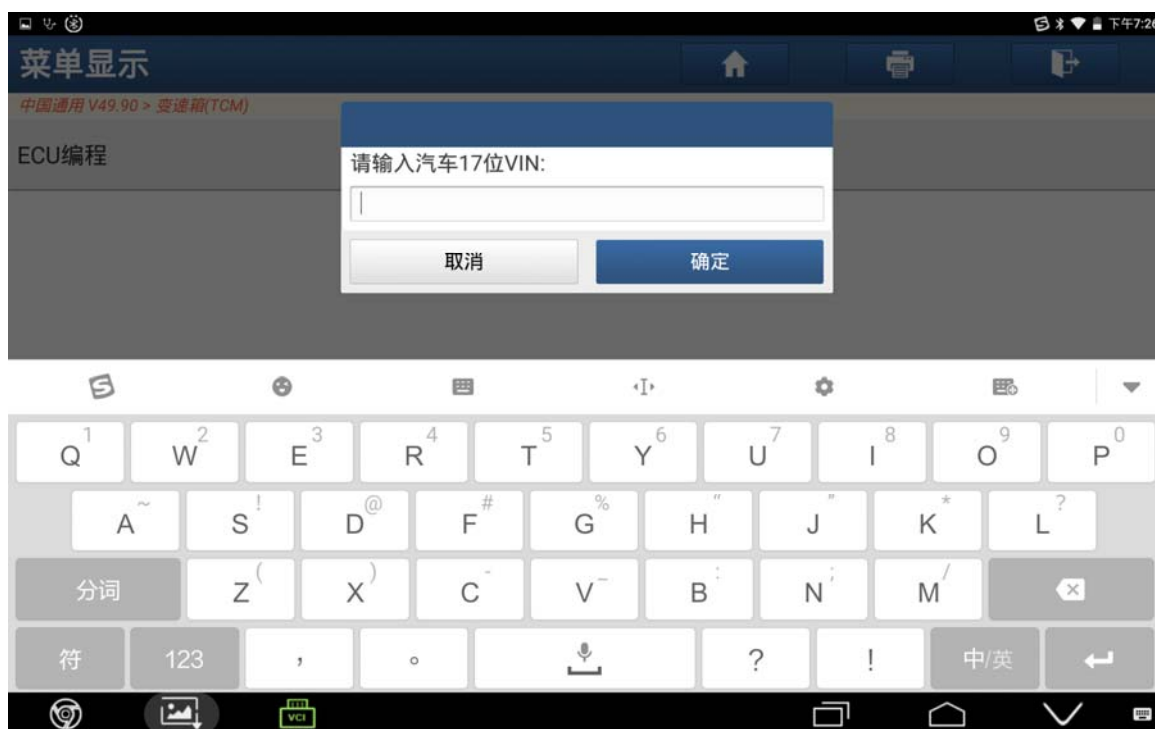

图 9
9). 如果 VIN 错误，点击“否”手动输入 17 位正确 VIN 码后点击“确定”，如图 9；